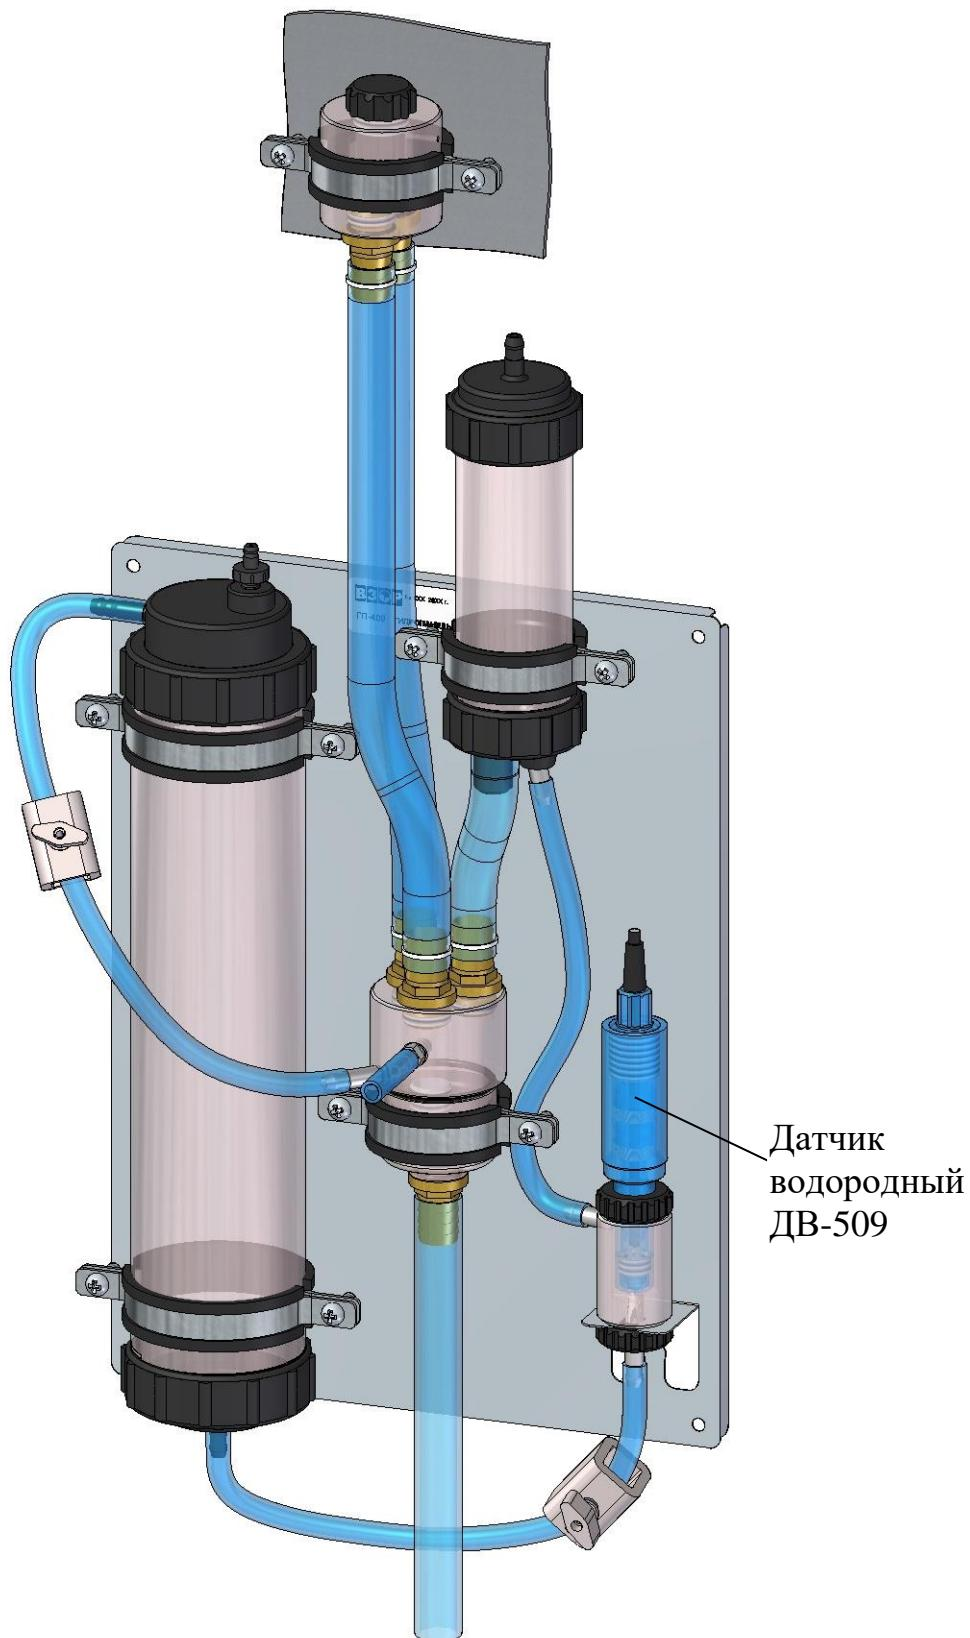

Рисунок 2.10 – Гидропанель ГП-409 с установленным
- от 0,08 до 5,00 дм³/мин датчик установить в соответствии с руководством по эксплуатации на гидропанель ГП-409 ВР37.04.100РЭ (рисунок 2.10) либо на гидропанель ГП-409С ВР37.62.000РЭ.